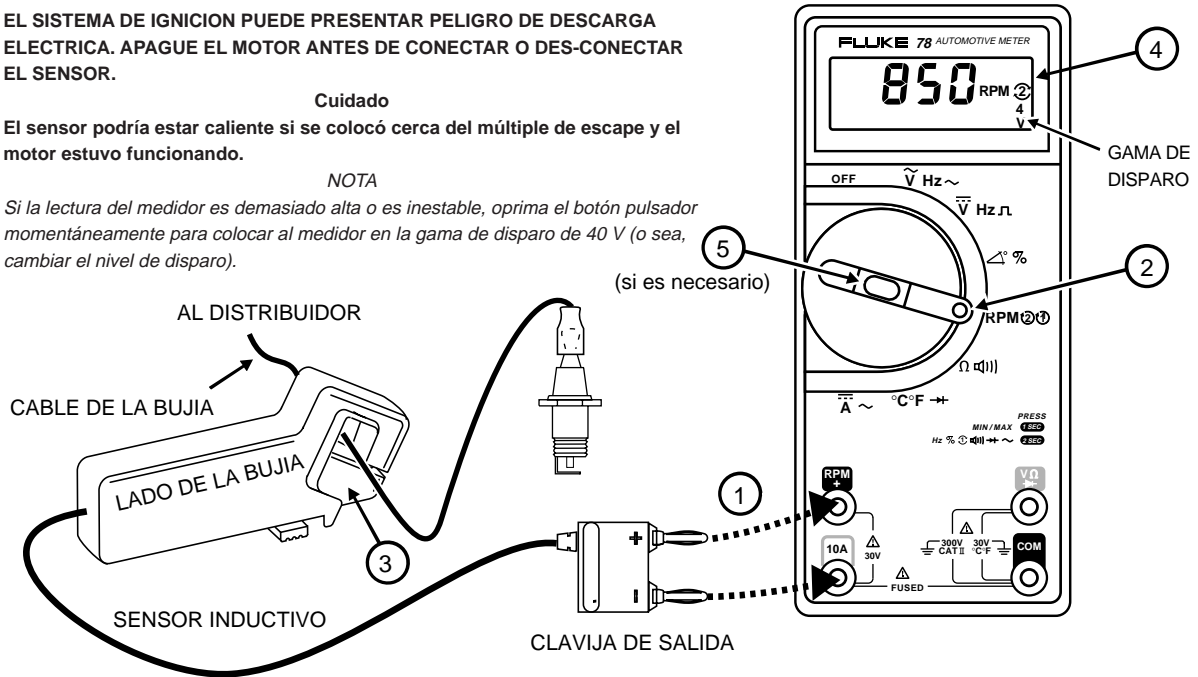

Figura 10. Cómo Medir las RPM con un Sensor Inductivo (Accesorio Opcional)
1. Inserte el enchufe del sensor en las terminales que se muestran en la figura 10. Asegúrese que el extremo + del enchufe se encuentre en la terminal RPM.
2. Ponga el interruptor giratorio en RPM ②①. El medidor tiene dos funciones en RPM:
- Utilice RPM(2) en los motores que encienden una vez cada dos revoluciones.
- Utilice RPM(1) en los motores que encienden una vez cada revolución, o en sistemas de ignición sin distribuidor (DIS), o sea, conteo de 1 RPM/chispa.